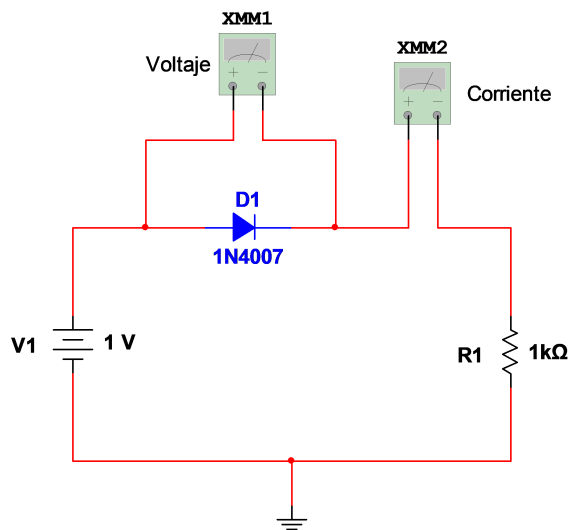

Figura 4. Circuito para la polarización directa del diodo.
- Arme el circuito de la figura 4 y, en el simulador, tome las medidas solicitadas en la tabla 1 para cada uno de los tres diodos: el 1N4007, el Schottky 1N5817 y el zener.
- En el protoboard, arme el circuito de la figura 4. Antes de encender la fuente de alimentación considere lo siguiente: